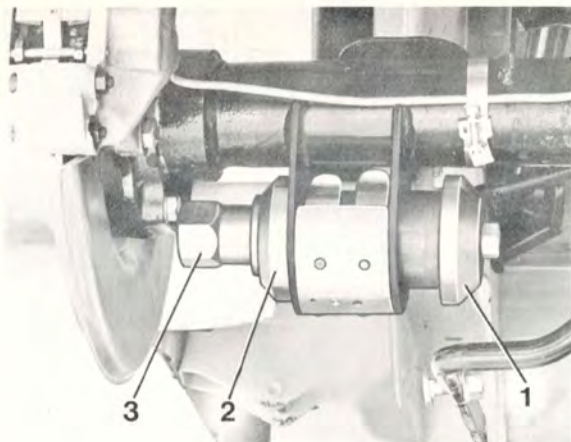

Bild 7-16.
12. Sätt upp bussningen i konsolen från vagnens insida. Sätt samtidigt upp dorn "A" (2 bild 7-16), och muttern (3).
13. Dra in bussningen på plats i konsolen med muttern 3, bild 7-16.